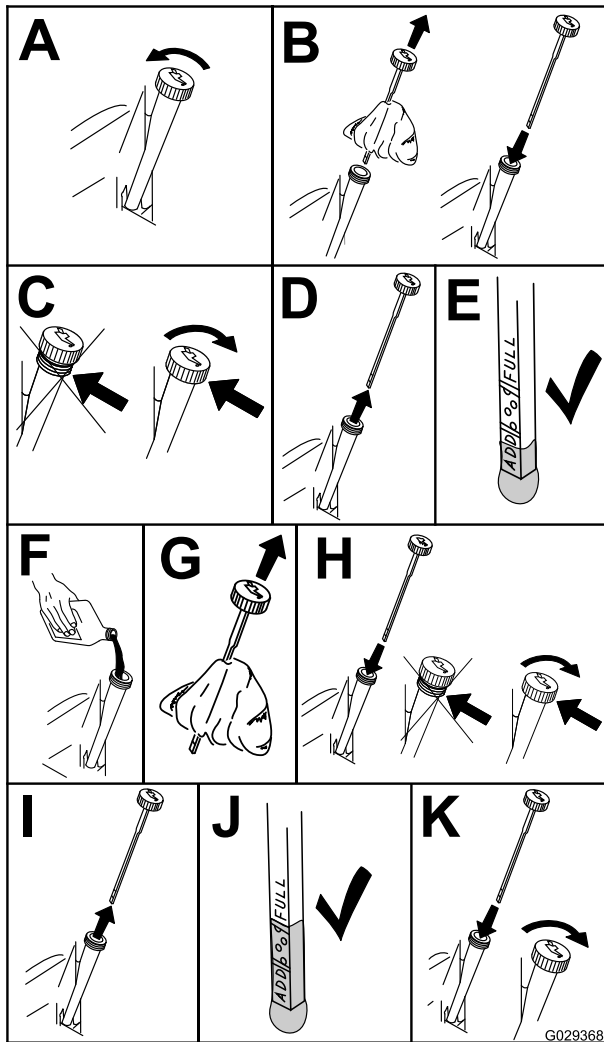

Figure 45
3. Pour éviter de faire tomber de l'herbe, de la poussière, etc. dans le moteur, nettoyez la surface autour du bouchon de remplissage et de la jauge de niveau avant de l'enlever (Figure 45).